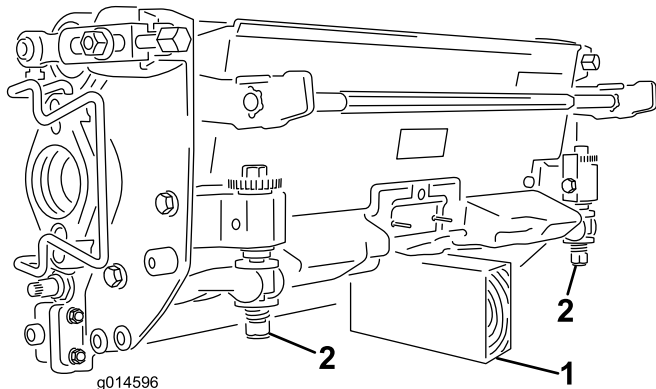

图29
**重要事项：** 当您需要翻转滚刀组时，应支撑住滚刀组的后部，确保底刀架调节螺丝后端的螺母不会接触工作表面（图29）。